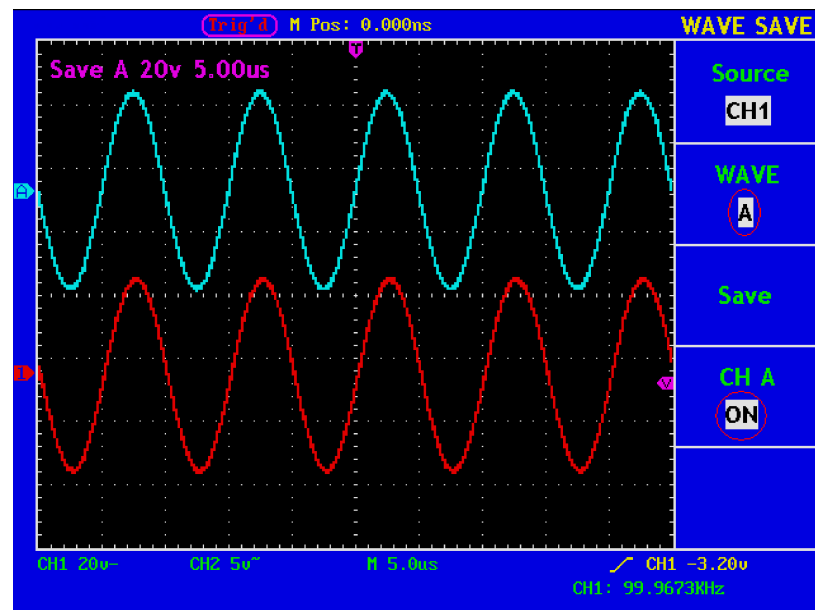

Abb. 60 Speicherung der Wellen
4. Drücken Sie die Menüauswahl Taste **F4** und wählen Sie **ON** bei CHA. Die gespeicherte Wellenform A wird auf dem Bildschirm angezeigt. Spannungspegel und Zeitbasispegel erscheinen gleichzeitig in der oberen linken Ecke des Bildschirms (siehe Abb. 60).